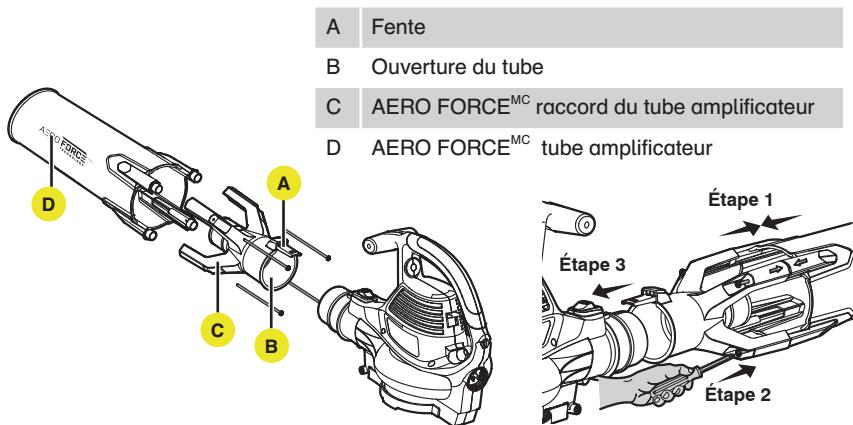

Fig. 1
- Faites glisser le raccord du AERO FORCEMC tube amplificateur vers l'avant jusqu'à la languette sur le boîtier de la souffleuse clique dans les fentes sur le tube. (Fig. 1)